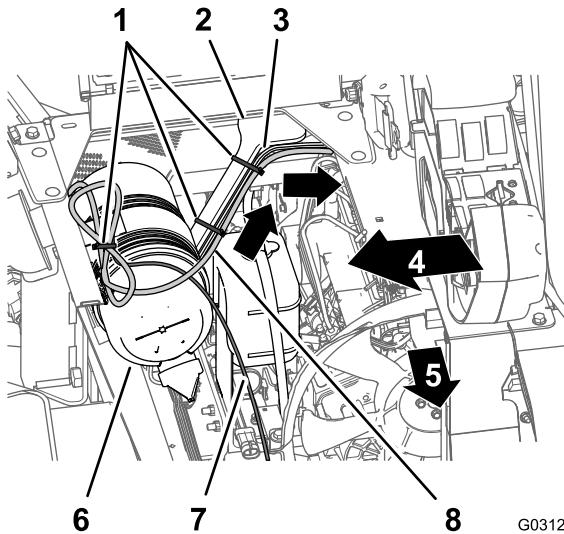

図 138
1. ナビゲーションシステム用の電装ハーネスの220cm の枝線を、シートボックスのアングル部材を横断して下へ、エンジンシラウドの左側サポートに沿って導く図 138。
ケーブルタイで固定する図 138。